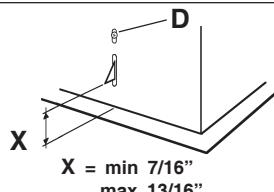

Fig.6
- Réglez la position du ressort de fixation latéral à l'aide de la vis "D" correspondante et ce, en fonction de l'épaisseur du panneau découpé qui servira de support pour la fixation (Fig.6).